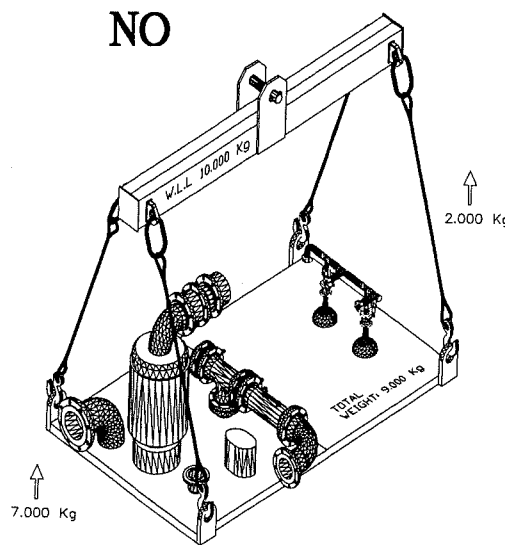

Fig. 11
- ♦ aventi peso ripartito in modo non equilibrato e tale da eccedere la portata di un solo accessorio (fig. 11); (Almeno che non si stia impiegando un bilancino appositamente costruito)